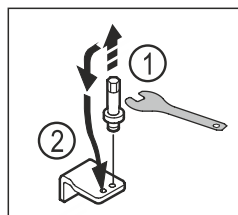

Fig. 22
- Lironi bulonat e bazamentit mbështetës të poshtëm me çelësin e jashtëm kriket SW5. Fig. 22 (1)
- Vendosni bulonat në anën e kundërt. Fig. 22 (2)